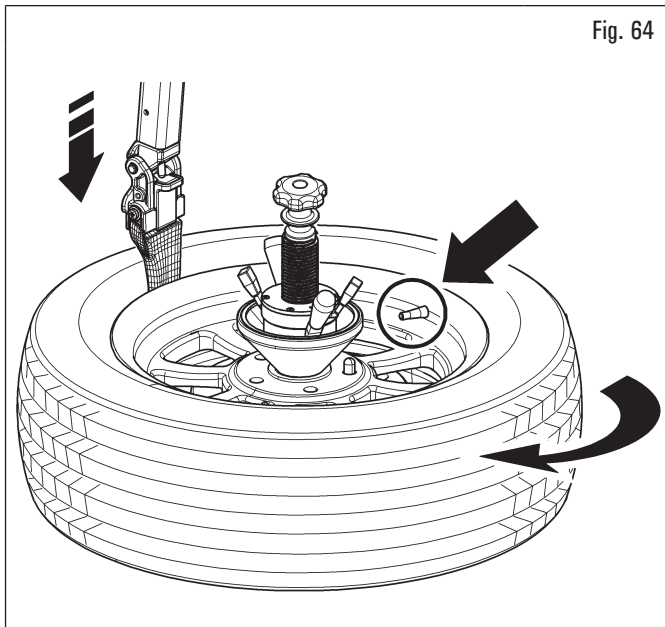

Fig. 64
2. inicie la rotación de la rueda (sin parar hasta que se inserte la cabeza útil. Cuando la válvula esté aproximadamente a las 3 en punto (véase Fig. 64), presione el botón de descenso de la cabeza útil (Fig. 6 ref. C (INF)) e introdúzcalo en el neumático (véase Fig. 65);